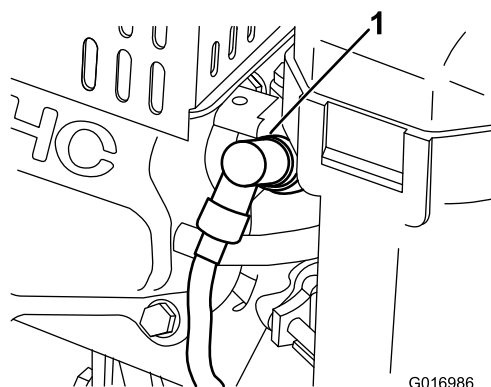

Figura 33
1. Staccate il cappellotto della candela (Figura 33).